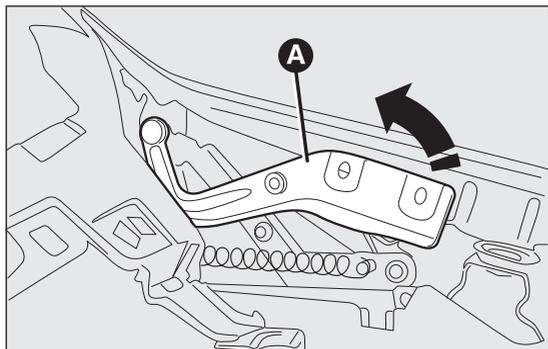

fig. 85
- sollevare verso l'alto la leva di sostegno cofano motore A fig. 85 ed accompagnarla fino ad avvertire lo scatto di avvenuto bloccaggio;